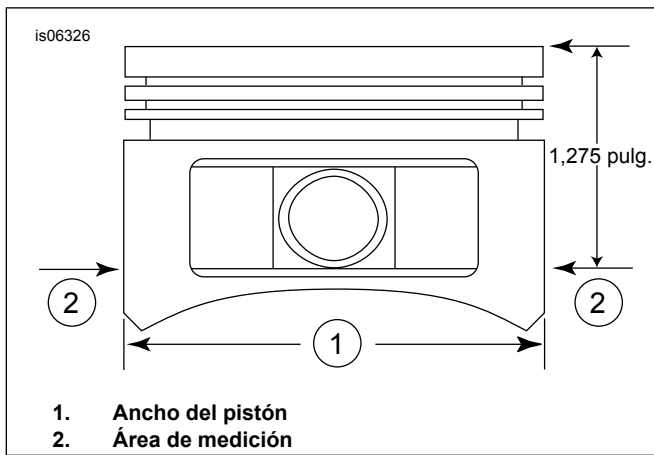

Figura 2. Medidas del pistón
5. Vea Figura 2. Mida el ancho del pistón (1), a 90 grados en sentido horizontal desde ambos lados del agujero del pasador del pistón y a 1,275 pulg. hacia abajo desde la superficie superior del pistón (2). Vea Tabla 20 para saber cuál es el ajuste del pistón al cilindro en esta ubicación.